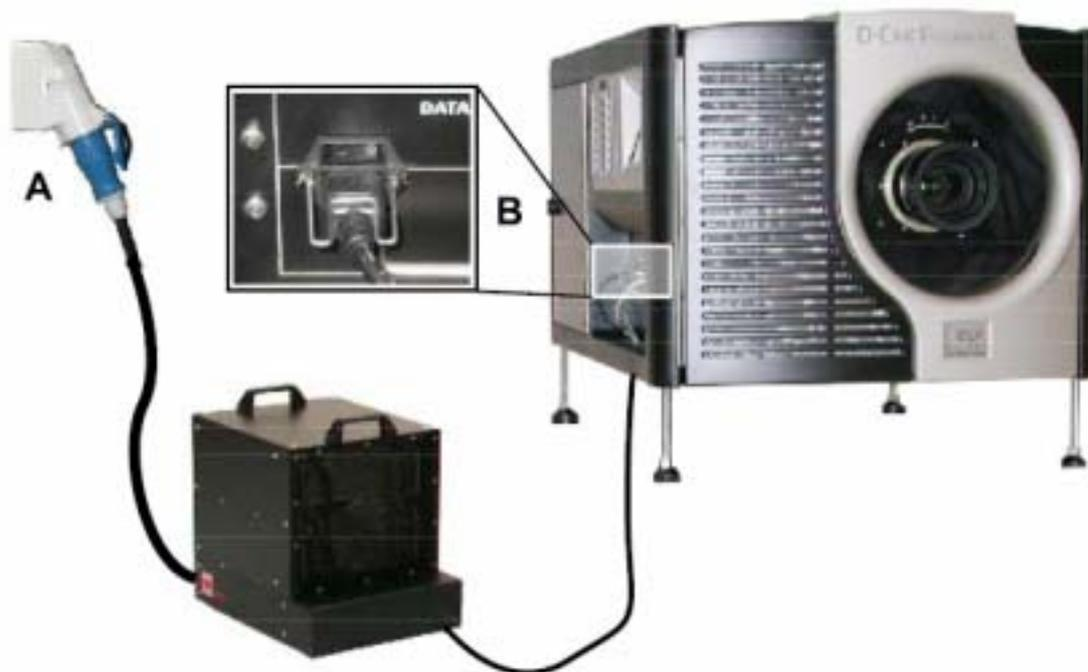

图 6-2 电源连接
1. 按翘板开关 (B) 到 “O” (关闭状态) 位置。 (图 6-2)